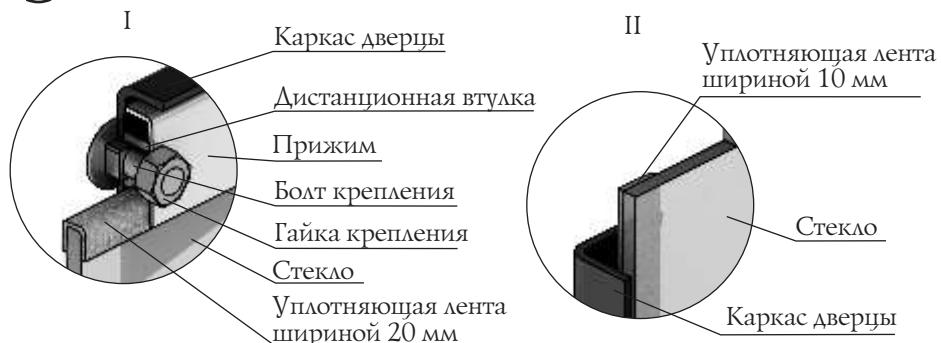

Рисунок 17. Крепление светорозрачного экрана дверцы модели «Витра»
1. Открутите две гайки, фиксирующие прижим (рисунок 17.I), и демонтируйте его и дистанционные втулки.
- Возьмите новое стекло, если на нем нет уплотняющих лент, наклейте их: лента шириной 20 мм наклеивается сверху и снизу стекла «П»-образно (рисунок 17.І), лента шириной 10 мм наклеивается вертикально, вдоль боковых сторон стекла (рисунок 17.ІІ).
- Вставьте стекло в упор, при этом лента наклеенная с боковых сторон (вертикальная) должна быть зажата между стеклом и каркасом дверцы (рисунок 17.ІІ).
**ВНИМАНИЕ!** Гайки крепящие прижим накручиваются на болты крепления через дистанционные втулки (рисунок 17.І).